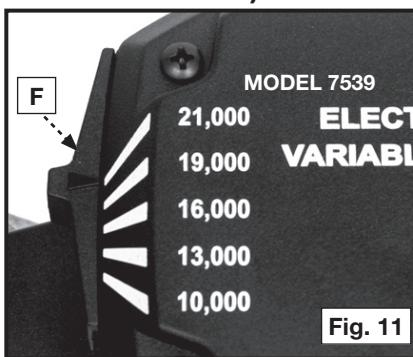

Fig. 11
El mando de velocidad (F) está localizado como está indicado en la Fig. 11. Usted puede escoger cualquiera de las cinco velocidades, desde 10.000 rpm hasta 21.000 rpm, al cambiar la posición de este mando. Recomendamos que cambie la velo-cidad antes de empezar el corte. Si fuera necesario cambiar la velocidad después de haber empezado el corte, pare el ráuter, quítelo del trabajo y entonces ajuste la velocidad.